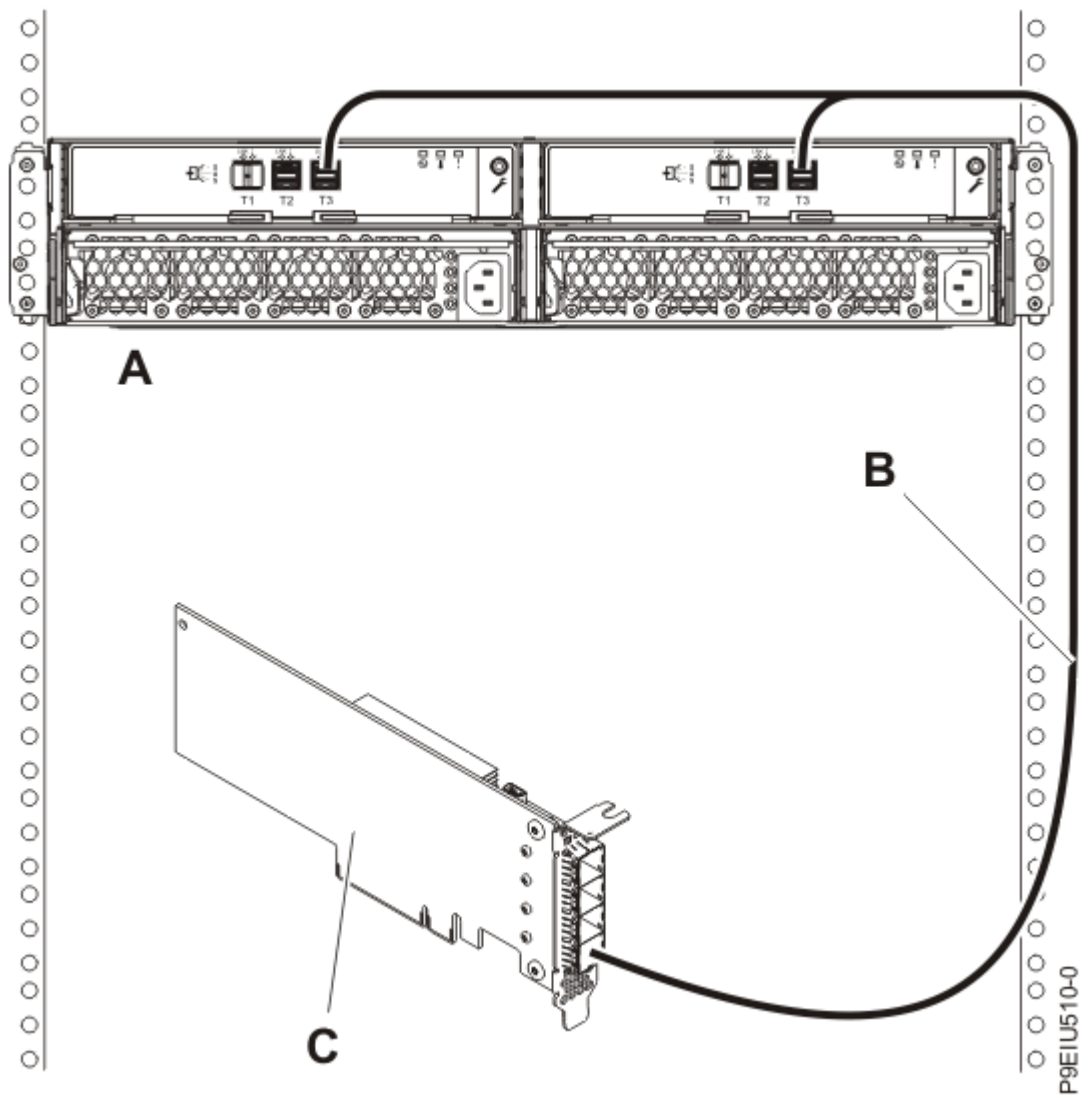

Abbildung 13. Modus-1-Anschluss einer ESLS-Speichergehäuse mit einem YO12-Kabel an einen einzelnen SAS-Adapter (FC EJ0J, FC EJ0K oder FC EJ0M)
13. Schließen Sie dann ein Gehäuse im Modus 1 **(A)** mit einem YO12-Kabel **(B)** an einen einzelnen SAS-Adapter **(C)** (FC EJ0J, FC EJ0K oder FC EJ0M) an, wie in Abbildung 13 auf Seite 18 dargestellt, und fahren Sie anschließend mit „Kabel und Netzkabel anschließen und Abdeckungen installieren“ auf Seite 29 fort.